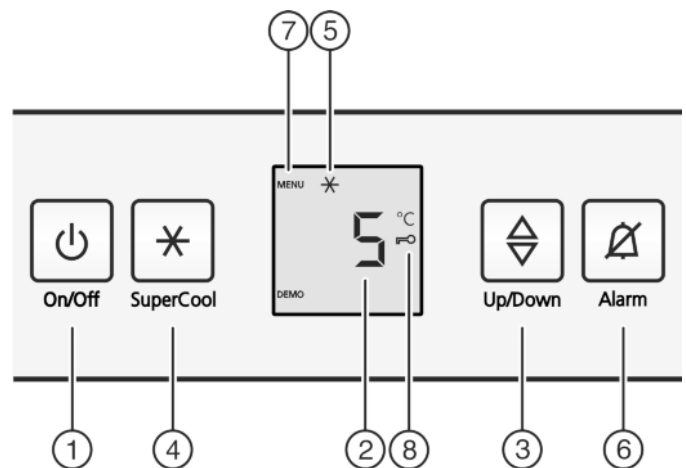

Fig. 2
- ▶ Taste On/Off *Fig. 2 (1)* drücken.
- ▶ Taste SuperCool *Fig. 2 (4)* ca. 5 Sekunden drücken.
- ▷ In der Anzeige wird das Symbol Menu *Fig. 2 (7)* angezeigt.
- ▶ Mit der Taste SuperCool *Fig. 2 (4)* kurz bestätigen.
- ▷ Das Symbol Kindersicherung *Fig. 2 (8)* leuchtet in der Anzeige.
- ▶ Die Taste On/Off *Fig. 2 (1)* kurz drücken.
- ▶ Taste Alarm *Fig. 2 (6)* drücken.
- ▶ Temperaturfunktion aufrufen: Die Einstelltaste *Fig. 2 (3)* drücken.
- ▶ Temperatur in 1 °C -Schritten ändern: Einstelltaste *Fig. 2 (3)* so oft drücken, bis die gewünschte Temperatur in der Temperaturanzeige leuchtet.
- ▶ Taste SuperCool *Fig. 2 (4)* kurz drücken.
- ▷ Das Symbol SuperCool *Fig. 2 (5)* leuchtet in der Anzeige.
- ▷ Das Symbol SuperCool *Fig. 2 (5)* erlischt in der Anzeige.